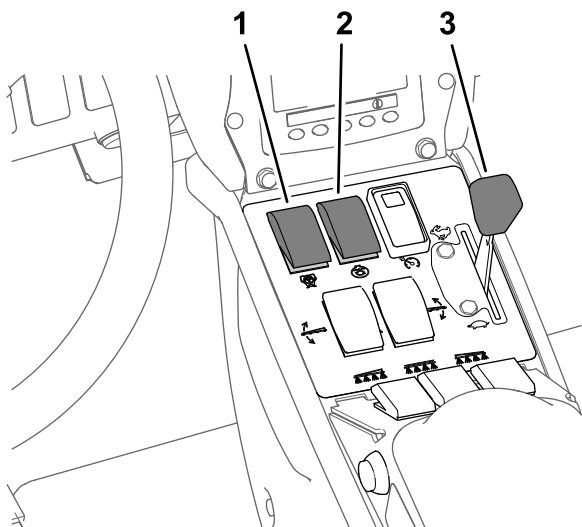

Figure 37
8. Réglez la commande d'agitation et la commande de la pompe de pulvérisation en position ACTIVÉE (Figure 37).
9. Placez la commande d'accélérateur en position HAUT RÉGIME (Figure 37).
4. Réglez la commande d'accélérateur pour obtenir le régime moteur voulu pour pulvériser ; voir Figure 37 sous Pulvérisation en mode débit d'application \(page 36\).
Remarque: Cette procédure suppose que la pompe de pulvérisation est en marche ; voir Pulvérisation en mode débit d'application \(page 36\) sous Figure 37.